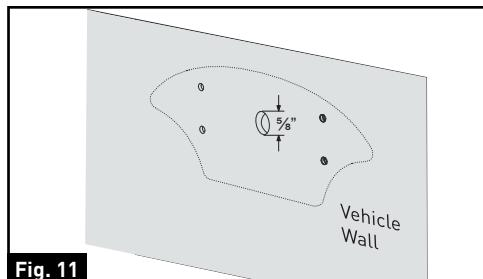

Fig. 11
2. À l'aide d'une scie-cloche de $\frac{5}{8}$ po, percez un trou sur la paroi du véhicule. (Fig. 11)